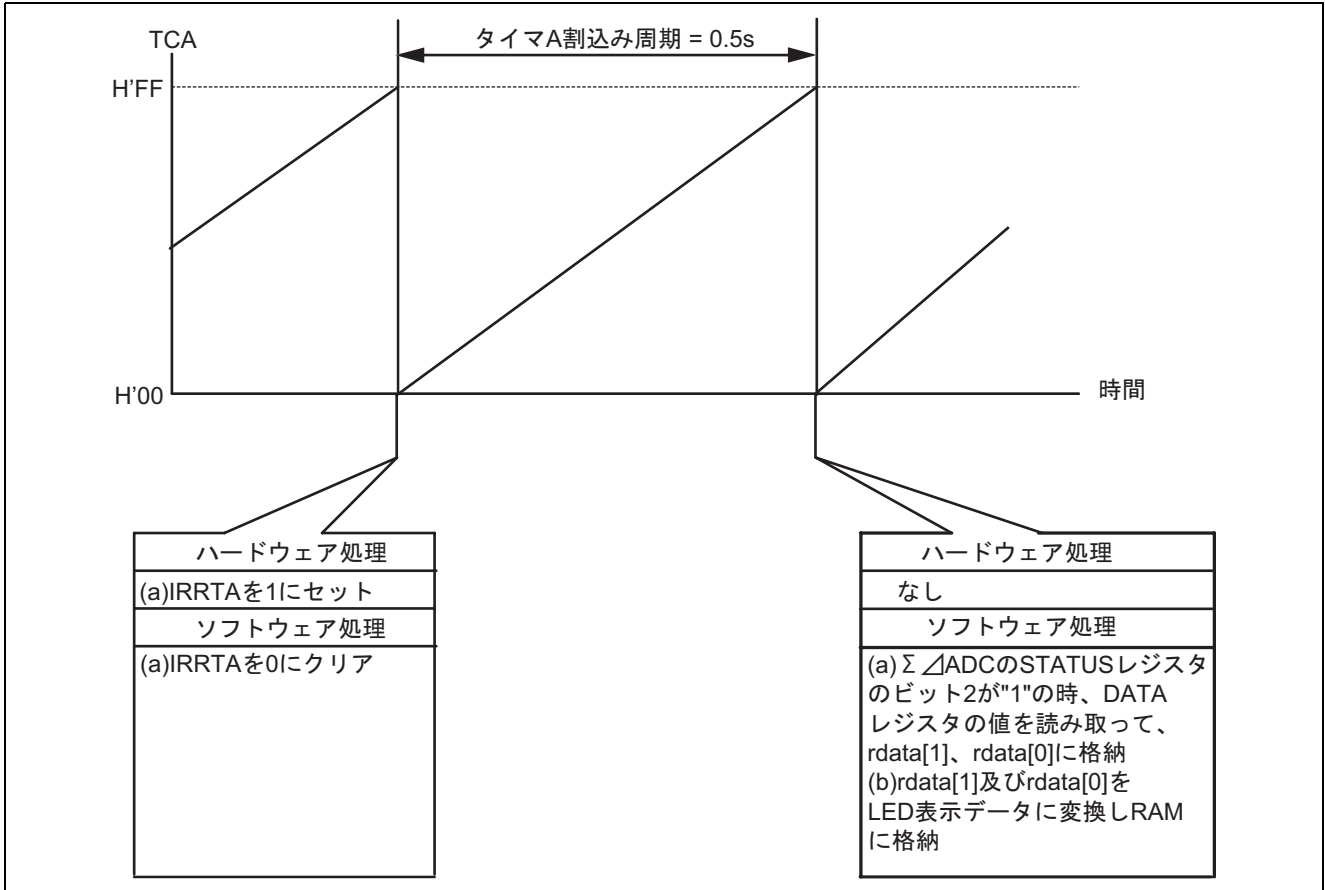

図 6 タイマ A を使用し A/D 変換結果を RAM に格納する動作原理
- 図 6 にタイマ A を使用した、MAX1408 AD 変換結果である 16 ビット DATA レジスタの値を、LED 表示データに変換し RAM に格納を示します。図 6 に示すように、本タスク例では、tmra ルーチンの中で、タイマ A 割込み周期より、16 ビット MAX1408 AD 変換結果を LED 表示データに変換し RAM に格納します。